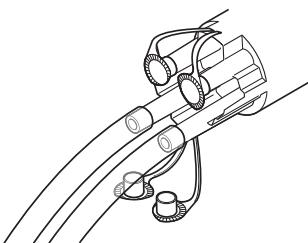

Figura 4 Conexión de los tubos al distribuidor
3. Conecte los tubos de aspiración a las conexiones del distribuidor (figura 4). Utilice tubos de aspiración con un diámetro interior de 5/16 de pulgada (7,9 mm) o tubos de aspiración con un diámetro interior de 1/4 de pulgada (6,4 mm) con un adaptador de 5/16 de pulgada (7,9 mm), según sea necesario.